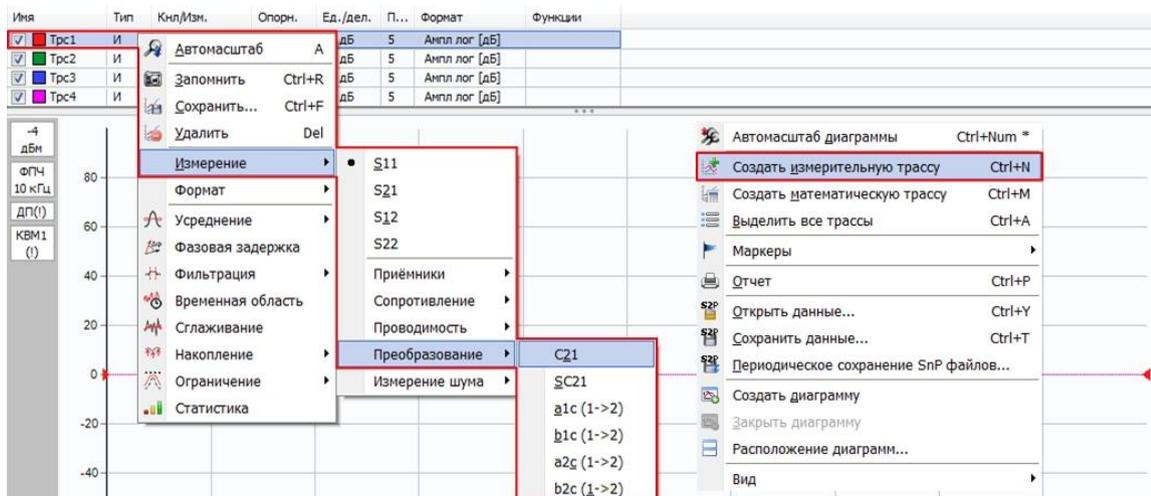
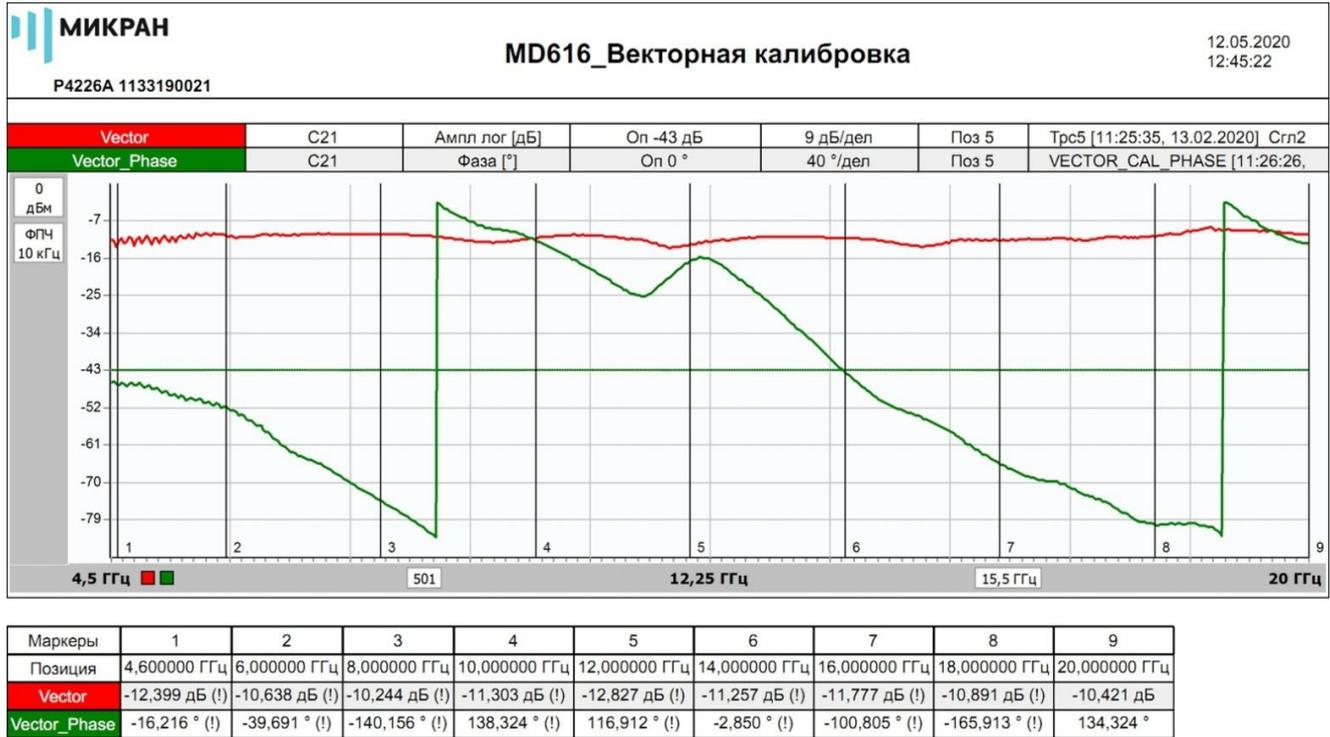

Рис. 39. Создание трассы для комплексного коэффициента преобразования  $C_{21}$
Рис. 40. Результаты измерения комплексного коэффициента преобразования  $C_{21}$  смесителя «MD616»
13. Создать измерительную трассу для комплексного коэффициента преобразования, рис. 39. Результаты измерения приведены на рис. 40;